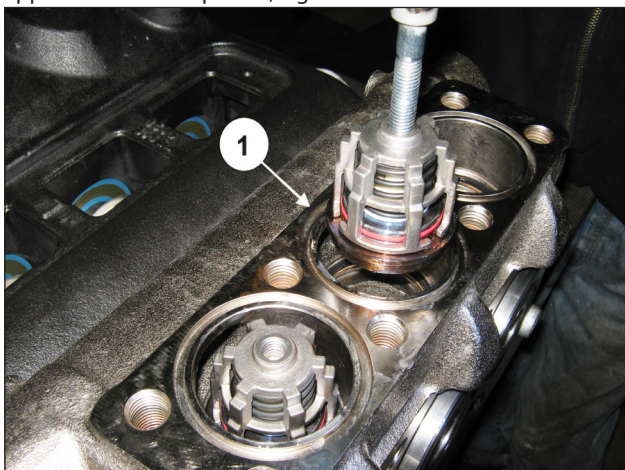

Fig. 144
Insert the outlet valve unit (pos. ①, Fig. 144).